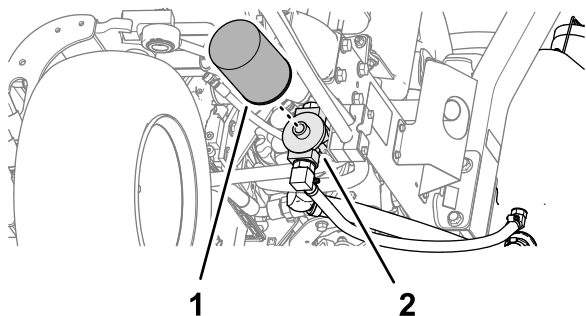

Рисунок 91
2. Очистите область вокруг места крепления фильтра. Поместите поддон под фильтр (Рисунок 91), а затем снимите фильтр.